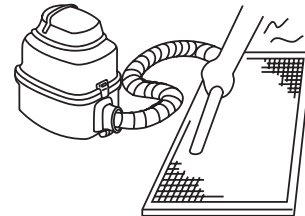

Рис. 6-3
- используя пылесос, пропылесосьте фильтр лицевой стороной вверх (см. рис. 6-3).